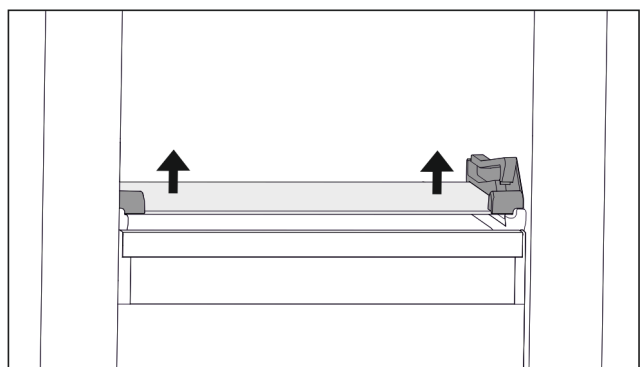

Fig. 33 Стеклянная пластина откидного выдвижного ящика
- ▶ Нажмите на стеклянную пластину снизу вверх с обеих сторон. (см. *Fig. 33*)